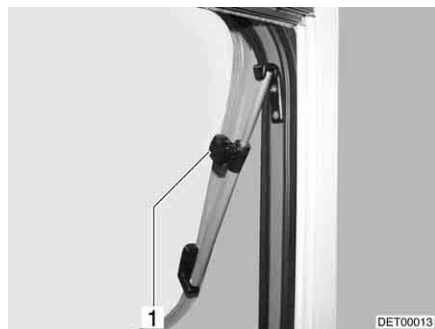

Bild 73 Ausstellfenster mit Dreh-Aussteller
- Das Ausstellfenster bis zur gewünschten Stellung öffnen und mit Rändelknopf (Bild 73,1) feststellen.
- Rändelknopf (Bild 73,1) drehen, bis die Arretierung freigegeben wird.